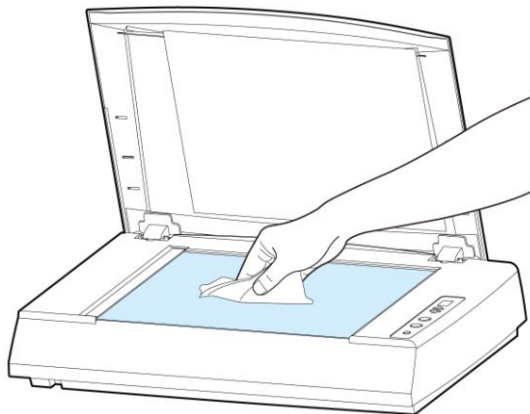

Figura 6-1 La pulizia dell'area
2. Aprire il coperchio documenti come mostrato nella Figura 6-1. Pulire il vetro del documento.